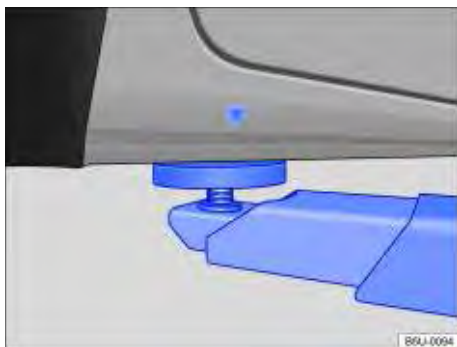
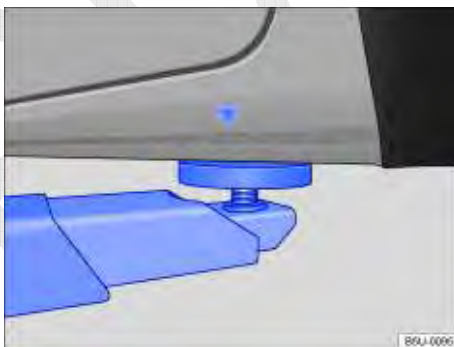

Fig. 142 Pontos de apoio dianteiros para a suspensão com plataforma elevatória ou com macaco.
Fig. 143 Pontos de apoio traseiros para a suspensão com plataforma elevatória ou com macaco.
O veículo deve ser suspenso somente pelos pontos indicados nas figuras ⇒ **Fig. 142** e ⇒ **Fig. 143**. Se o veículo não for suspenso pelos pontos indicados, podem ocorrer danos no veículo ⇒ ⓘ e ferimentos graves ⇒ ⚠.
- Suspender o veículo somente pelos pontos indicados nas figuras ⇒ Fig. 142 e ⇒ Fig. 143. Se o veículo não for suspenso pelos pontos indicados, o veículo pode cair da plataforma elevatória quando, por exemplo, o motor ou a suspensão for desmontado.